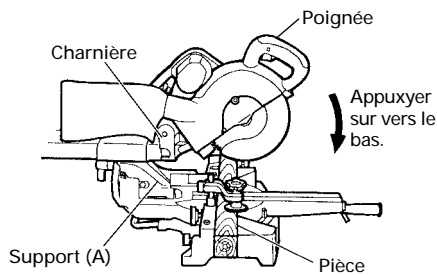

Fig. 26
Glisser la charnière sur le support (A), et serrer le bouton de fixation de glissière comme (Voir Fig. 2) indiqué à la Fig. 26. Abaisser la poignée pour couper la pièce. Cette façon d'utiliser l'outil électrique permet de couper des pièces d'une section allant jusqu'à 3-11/32" (85mm).